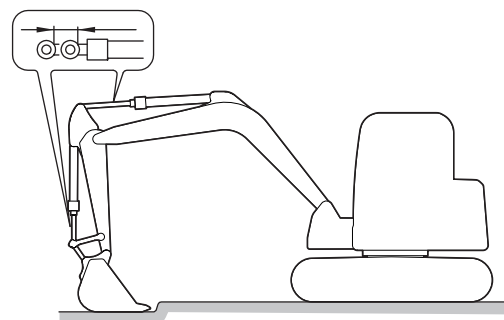

Figura 46
9. Los cilindros hidráulicos no deben "tocar fondo" continuamente. La máquina podría sufrir desperfectos si los cilindros se extendiesen o replegasen totalmente. Por ejemplo: si el cilindro del mango de la cuchara se replegase totalmente y el cilindro de la cuchara se extendiese para hacer girar la cuchara dentro del área de excavación. Consulte Figura 46.